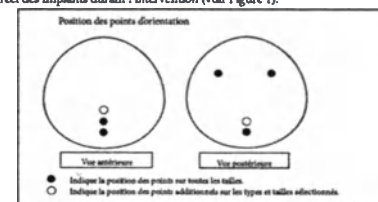

FIGURE 1
• Les implants mammaires Natrelle® de forme anatomique, à lumière unique remplis de gel, sont pourvus de points d'orientation pour faciliter un positionnement correct des implants durant l'intervention (voir Figure 1).